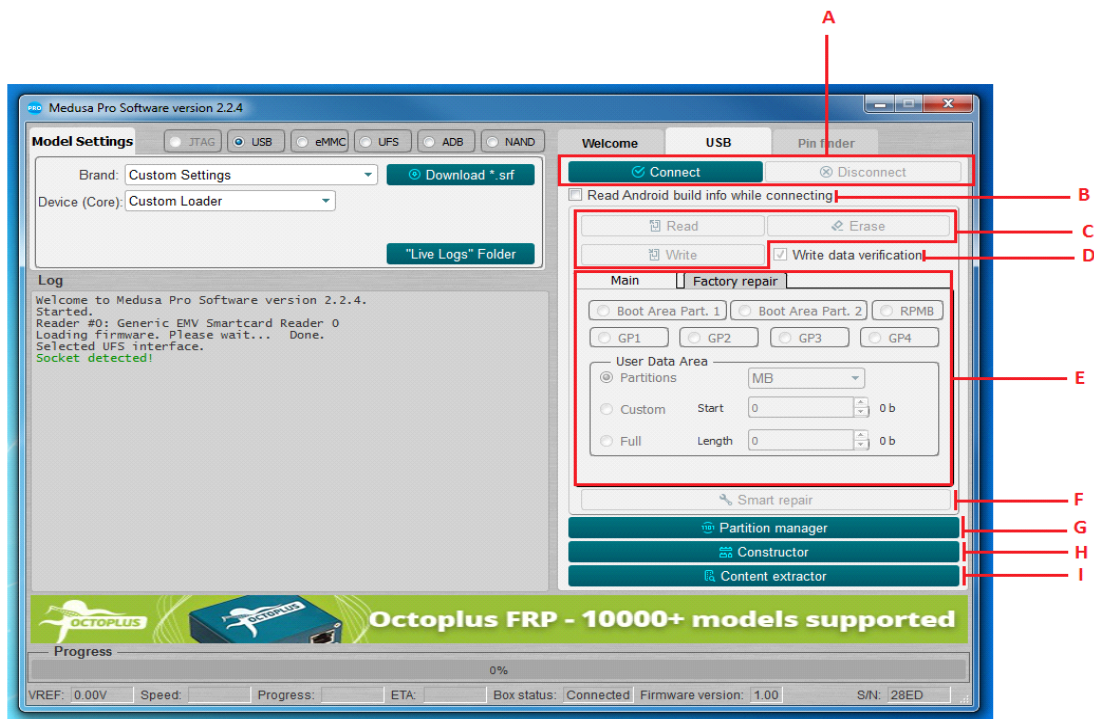

Рис. 2 Основное окно вкладки интерфейса
- Инициализировать устройство нажатием кнопки «Connect» (Рис. 2А);